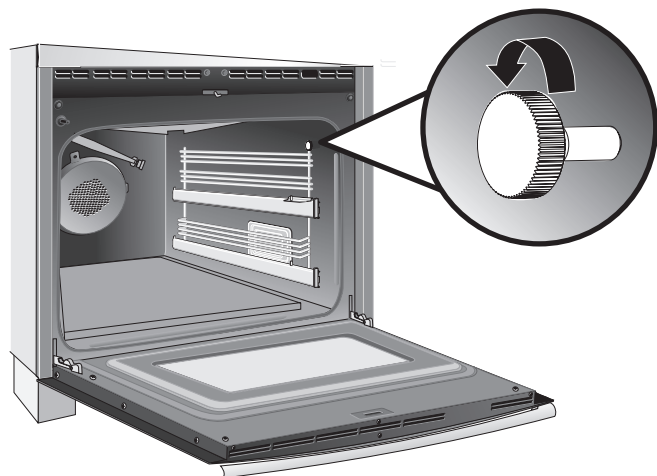

Figure 16 : Vis à serrage à main Grille latérale
1. Enlever les vis à serrage à main situées de chaque côté de la cavité du four (voir Figure 16).